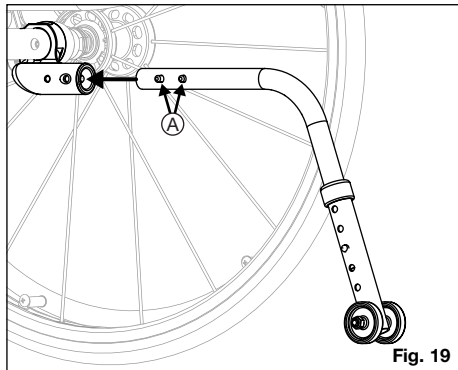

Fig. 19
Cómo instalar los antivuelco estándar (Fig. 19)
1. Empuje el pasador de liberación posterior de los antivuelco (Fig. 19:A) dentro del correspondiente tubo de tal manera que ambos pasadores queden dentro.